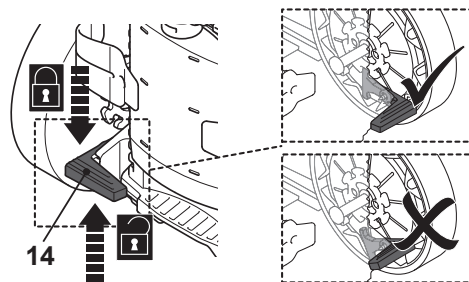

Fig. 20
1. Baje el pedal de freno (14) para bloquear la rueda trasera. Mueva ligeramente la rueda para asegurarse de que la palanca de freno esté bien conectada. (Fig. 20).